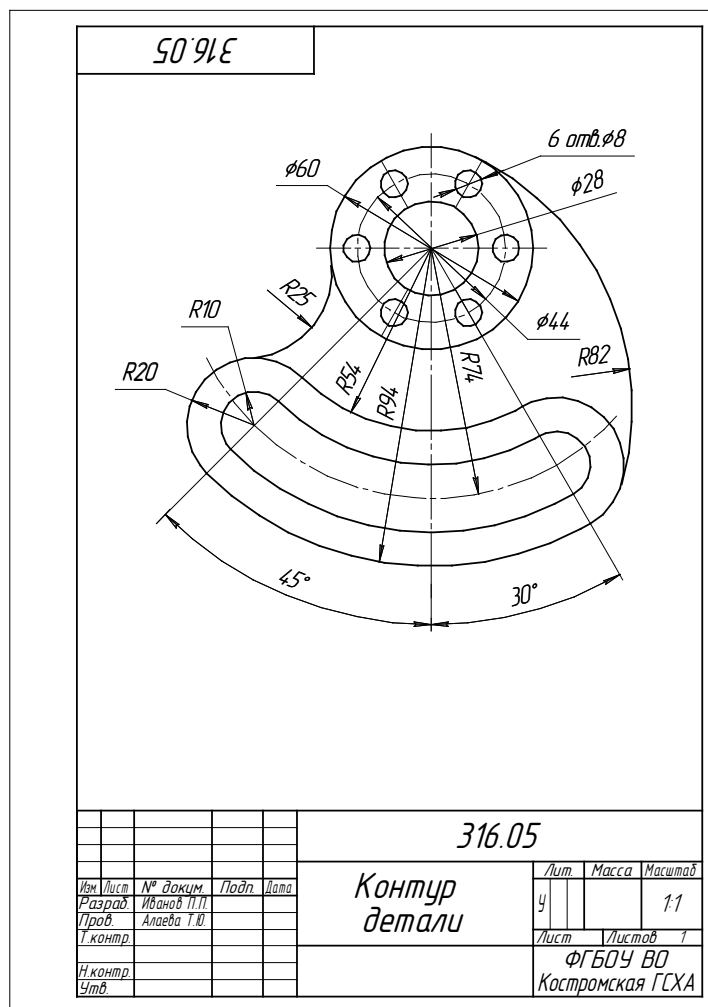

Рис.5. Пример выполнения работы № 5
**Графическая работа 5:** Построение контура детали. (рис. 5).